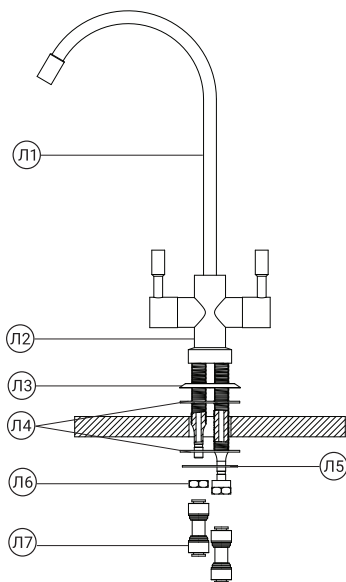

Рис. 19
2. Удалите транспортные заглушки и произведите монтаж крана (рис. 19) в следующей последовательности:
3. Конец трубки, идущей от выхода из фильтра, вставьте через цанговое кольцо в фитинг из комплекта поставки. Установите стопорную клипсу (рис. 19).
4. Фитинг вместе с установленной в него трубкой подключите к штоку крана чистой воды через цанговое кольцо фитинга, установите стопорную клипсу (рис. 19).